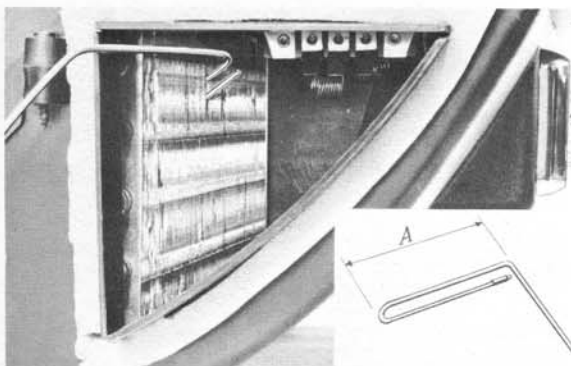

Abb. 76 Einschub des Fühlkörpers, früh. Ausf.
8. Vor Einbau des neuen Thermostaten das freie Ende des Fühlkörpers zu einer ca. 75 mm langen Schlinge (A, Abb. 76) zurechtbiegen. **Hinweis!** Die Schlinge darf keine scharfen Knicks aufweisen.
9. Das gebogene Ende des Fühlkörpers zwischen den Kühlrippen des Verdampfers eindrücken, und zwar an deren Oberkante, etwa zur Mitte des Rohrzellenblockes. Dabei den Fühlkörper schräg nach unten drücken, so daß die Schlaufe vollständig zwischen den Kühlrippen versenkt ist (Abb. 76).